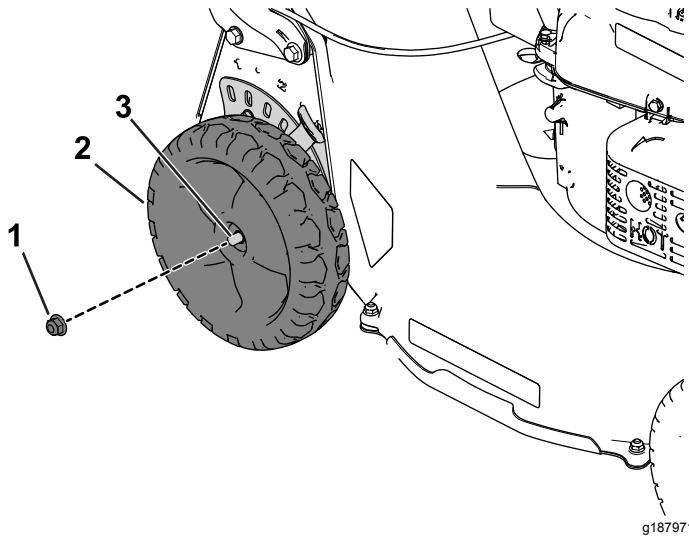

Figure 2
1. Desserrez et retirez l'écrou du boulon d'essieu et mettez-le de côté (Figure 2).
6. Utilisez l'écrou retiré précédemment pour fixer la roue sur le boulon d'essieu (Figure 2).